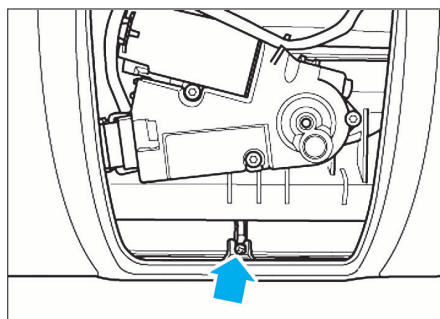

FIG. 84
- Déposer la vis située dans la découpe du plafonnier avant (Fig.84).